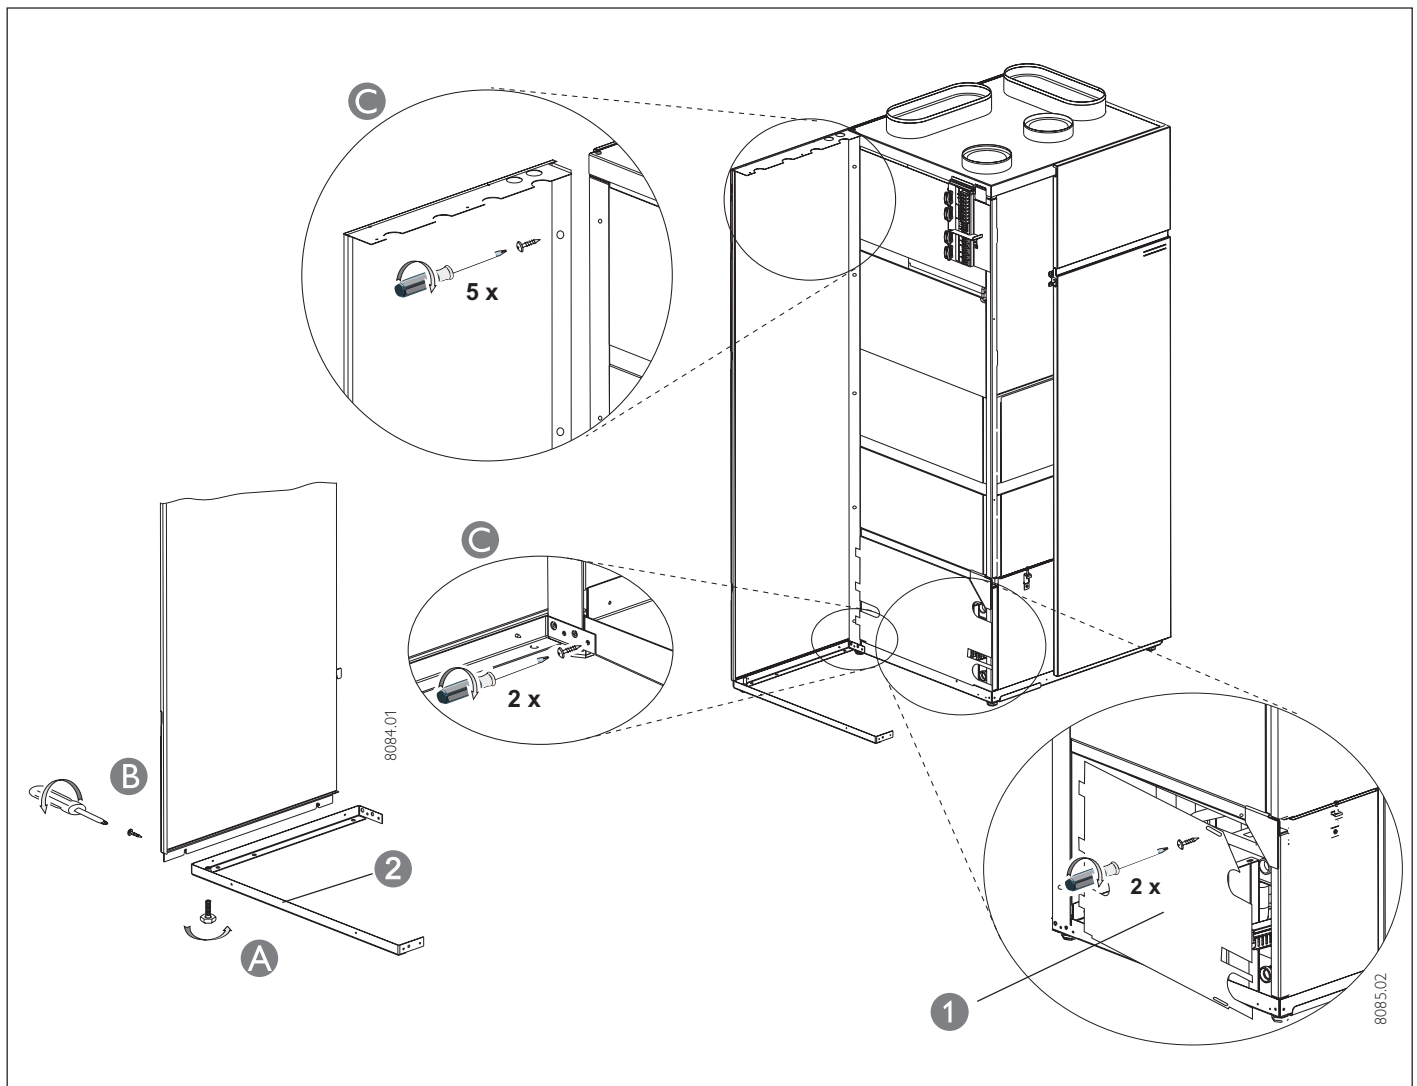

Abb. 9
- ⇒ Je einen Stellfuß (enthalten im Beipack) in den Winkel ② und in die Leiste ③ hindrehen ④ (Abb. 9 und 10).
- ⇒ Winkel unten an die Rückwand schrauben ⑤ (bei beengtem Raum zusätzlich